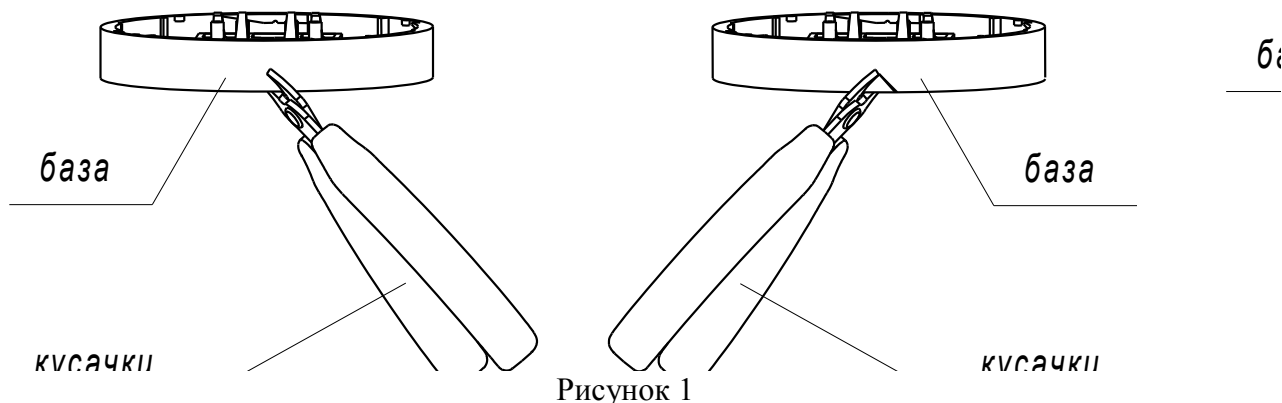

Рисунок 1
5.1 При розміщенні та монтажу сповіщувачів необхідно керуватись вимогами ДСТУ-Н СЕН/TS 54-14 та ДБН В.2.5-56. Для монтажу сповіщувача необхідно базу від'єднати від сповіщувача, вирізати в ній потрібну кількість пазів для проводів (див. рис. 1) і закріпити її на стелі приміщення за допомогою дюбелів та гвинтів. **Увага! Для запобігання втрат контакту бази з сповіщувачем монтаж бази вести на рівній поверхні. Не допускаються зміщення та деформація бази відносно її монтажної поверхні.** Підключення сповіщувачів проводиться згідно схеми, наведеної на рисунку 2. Рекомендований переріз проводів від 0,28 до 1,0 мм².